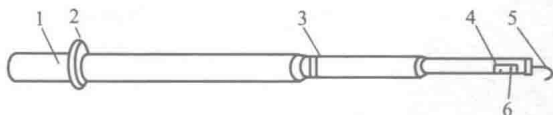

图 1-2 10kV 高压验电器
(2) 高压验电器 又称高压测电器，其外形如图 1-2 所示。10kV 高压验电器由金属钩、氖管、氖管窗、紧固螺钉、护环和握柄组成。